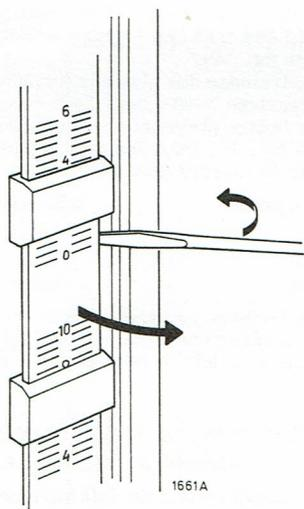

Fig. 4
INSTRUCTIONS POUR LA REPARATION (voir fig. 4, 5, 6, 7 et 8)
- Remplacement des barrettes indicatrice avec boutons à coulisse (voir fig. 4 et 5).